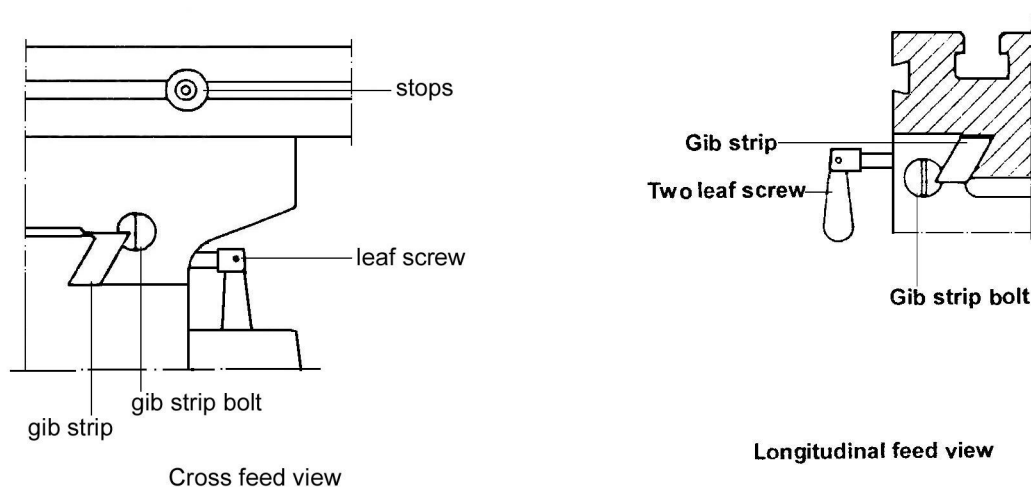

Fig. 3
JUSTERING AV BORDETS SPEL OCH KOMPENSATION FÖR SLITAGE (se fig. 3)
FÄSTNING AV BORDETS UNDERSTELL OCH MASKINENS UNDERSTELL (Se fig. 3)
Som i fig. 3
e. Vid längsfräsning, vrid de två skruvarna på tvärslidens framsida för att låsa tvärrörelsen. Se fig. 3.